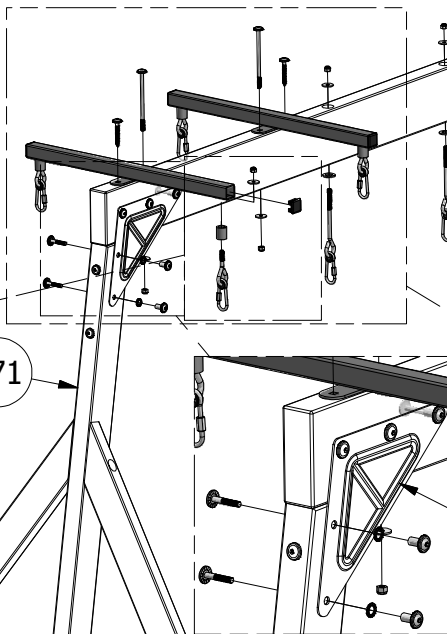

FIG. 1
**BEFESTIGEN SIE DIE (2) QZ DREIECK PLATTEN MIT HILFE VON (2) 1-3/4" BOLZEN, SICHERUNGSSCHEIBE UND 7/8" ZYLINDERMUTTERN AN DER W71 SCHAUKELBALKEN STÜTZE (FIG.1).**